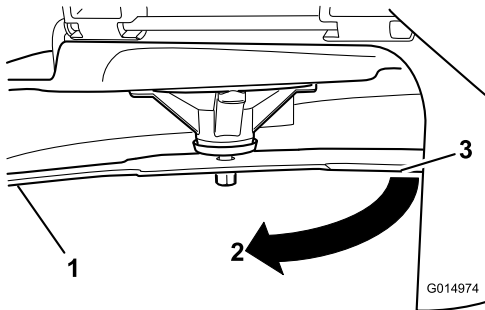

Figure 87
3. Seconde distance mesurée entre la lame et la surface (B)
4. Tournez la même lame de 180 degrés pour amener l'autre tranchant à la même position (Figure 87).